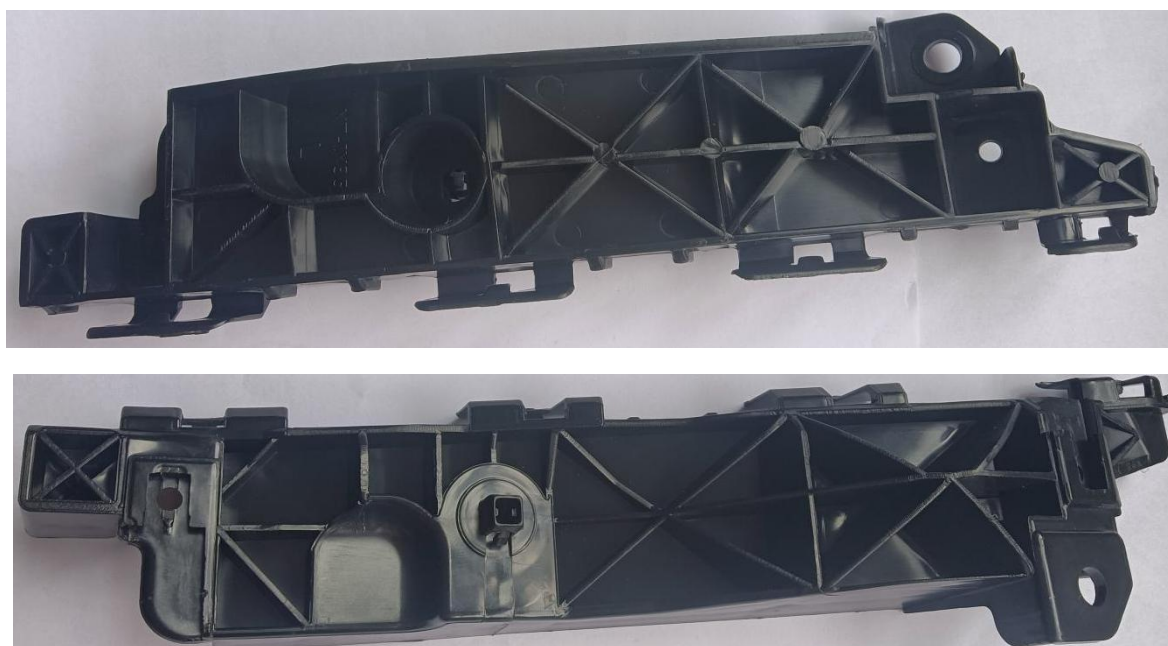
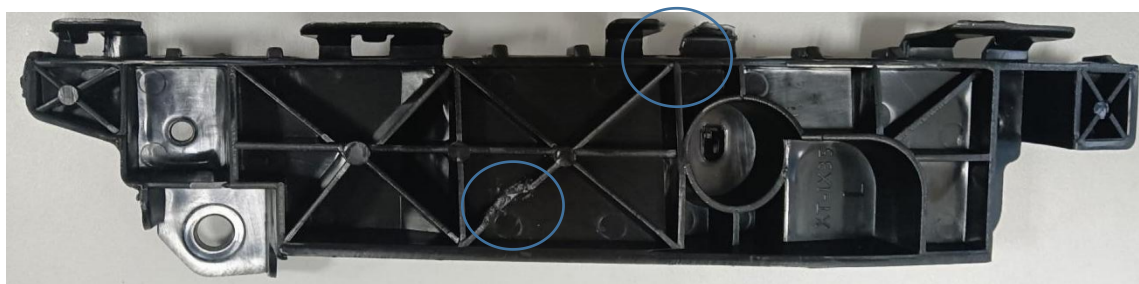

图 2 受损前汽车前杠支架
图 3 受损后汽车前杠支架
参赛选手根据给定已损坏汽车前杠支架的点云数据，对该汽车前杠支架的外观面进行三维数字化建模，在建模过程中，把损坏部分进行修复，使其恢复设计状态。受损前汽车前杠支架见如图 2 所示，受损后前杠支架见如图 3 所示。竞赛时间 90 分钟。
3. 在逆向建模中, 把图 3 所示的 3 处受损部位修复设计状态, 保证与原有结构一致, 其余零件结构不可以改变, 如果特征数据不全则自行设计。